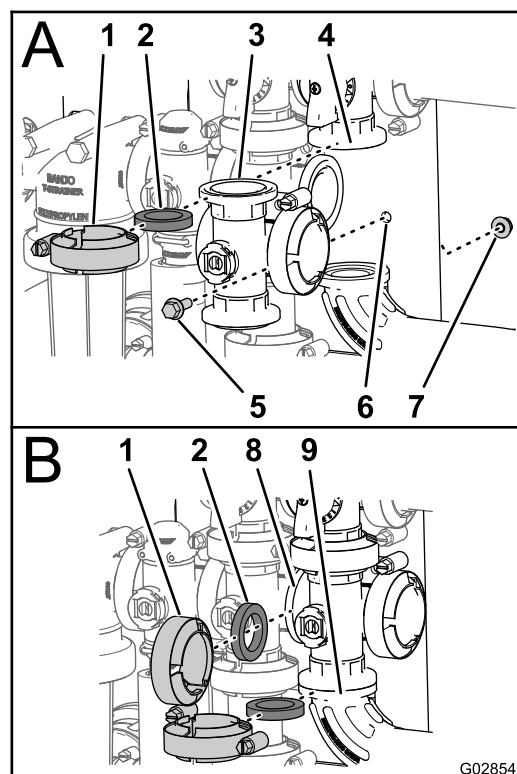

Figura 103
1. Allineate la flangia del collettore della valvola principale delle barre, una guarnizione e la flangia della valvola di bypass principale delle barre (A di Figura 103).
2. Montate il collettore della valvola principale delle barre, la guarnizione e la valvola di bypass principale delle barre con un morsetto serrato manualmente (A di Figura 103).
3. Allineate la flangia del collettore della valvola principale delle barre, una guarnizione e il collettore della valvola dell'agitatore (B di Figura 103).
4. Montate il collettore della valvola principale delle barre, la guarnizione e il collettore della valvola dell'agitatore con un morsetto e serrate manualmente (B di Figura 103).
5. Allineate la flangia del collettore della valvola principale delle barre, una guarnizione e il gomito flangiato a 90° (all'estremità del flessibile del flussometro; fate riferimento a B di Figura 103).
6. Montate il collettore della valvola principale delle barre, la guarnizione e il gomito flangiato a 90° con un morsetto e serrate manualmente (B di Figura 103).